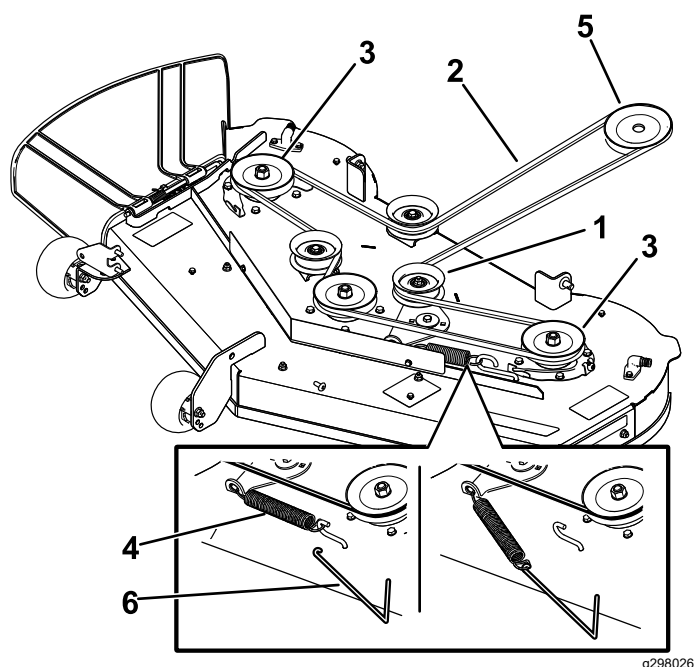

**Figure 55**
5. À l'aide d'un outil de dépose de ressort (réf. Toro 92-5771), décrochez le ressort du crochet sur le plateau pour détendre la poulie de tension, et déchaussez la courroie des poulies (Figure 55).
6. Acheminez la courroie neuve autour des poulies du moteur et du plateau de coupe (Figure 55).
7. À l'aide d'un outil de dépose de ressort (réf. Toro 92-5771), accrochez le ressort à l'ergot sur le plateau pour tendre la poulie de tension et la courroie de plateau du coupe (Figure 55).